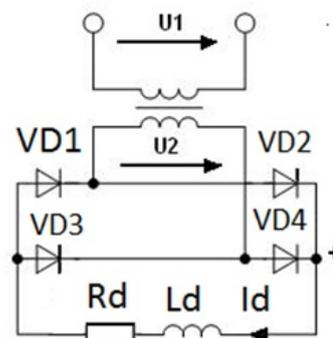

Рис. 10
- Нарисовать схему однофазного мостового выпрямителя, содержащую понижающий трансформатор, четыре диода и активно-индуктивную нагрузку (рис. 10).